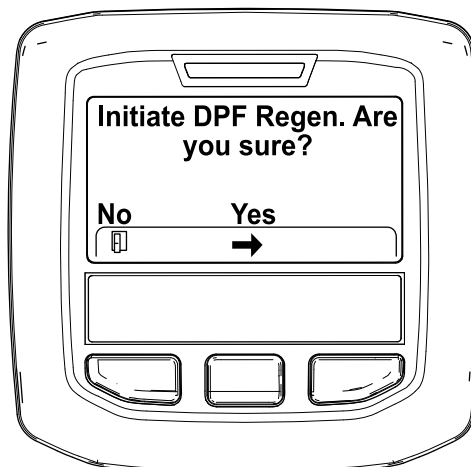

Figura 39
4. Quando surgir a mensagem "Initiate DPF Regen. Are you sure?" (Iniciar Regen. DFP. Tem a certeza?), prima o botão central (Figura 39).